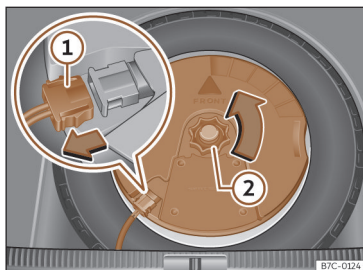

Fig. 230 En el maletero: desmontar el subwoofer.
- Desconecte el cable del altavoz subwoofer >>> **fig. 230 ①.**
- Gire la ruedecilla de fijación en sentido contrario a las agujas del reloj >>> **fig. 230 ②.**